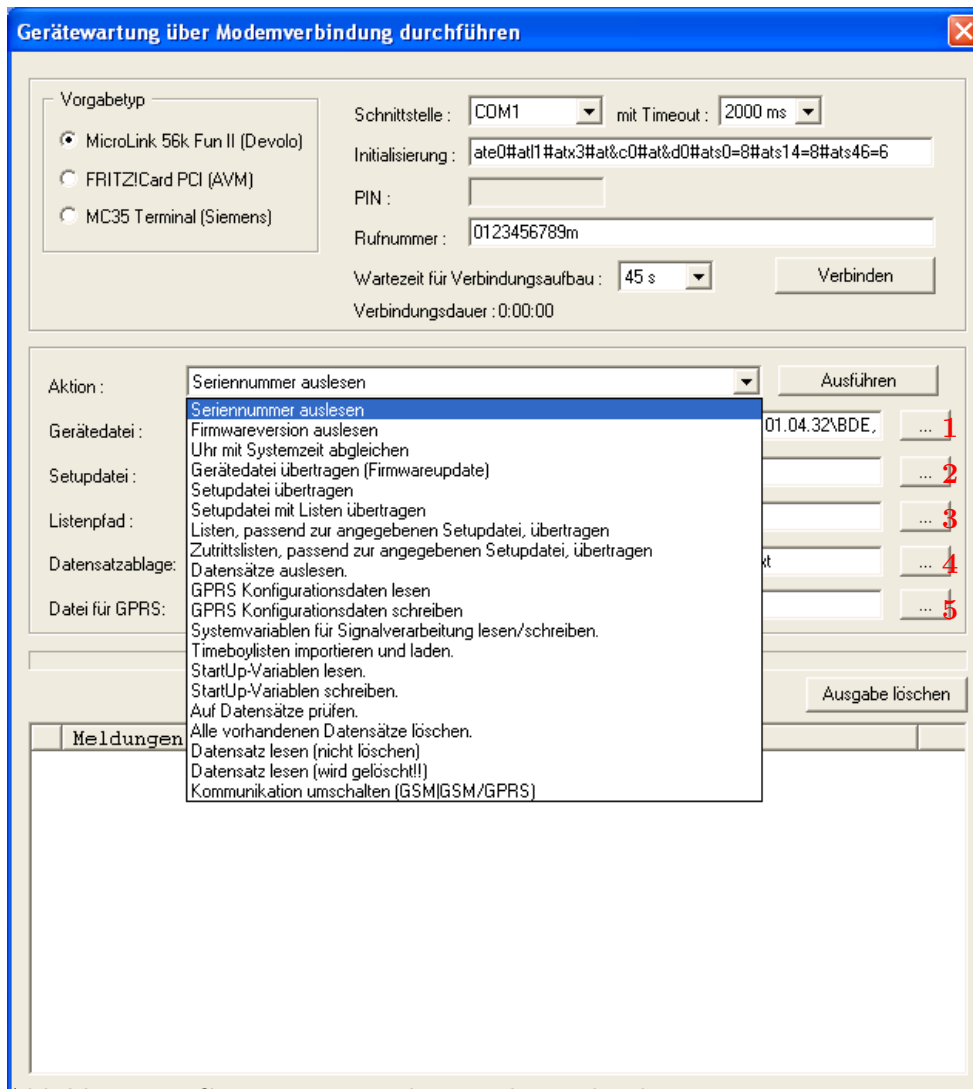

Abbildung 49: Gerätewartung über Modemverbindung
- ▶ **Gerätedatei übertragen (Firmwareupdate)** - Über die Schaltfläche **1** in Abbildung 49 öffnet sich ein Dialog über den Sie die „Gerätedatei“ mit der Endung „.hex“ auswählen können. Haben Sie die Datei markiert, können Sie sie über die Schaltfläche „Öffnen“ übernehmen.
- ▶ **Setupdatei übertragen** - Über die Schaltfläche **2** in Abbildung 49 öffnet sich ein Dialog über den Sie die „Setupdatei“ mit der Endung „.aes“ auswählen können. Haben Sie die Datei markiert, können Sie sie über die Schaltfläche „Öffnen“ übernehmen.
- ▶ **Setupdatei mit Listen übertragen** - Über die Schaltfläche **3** in Abbildung 49 öffnet sich ein Dialog über den Sie den Ordner (Pfad) angeben können in dem sich die Listendateien befinden.
- ▶ **Datensätze auslesen** - Über diese Funktion können Sie die Datensätze aus dem AE-MasterIV auslesen. Über die Schaltfläche **4** in Abbildung 49 öffnet sich ein Dialog über den Sie den Ordner (Pfad) angeben können in dem Sie die Datensätze speichern möchten.